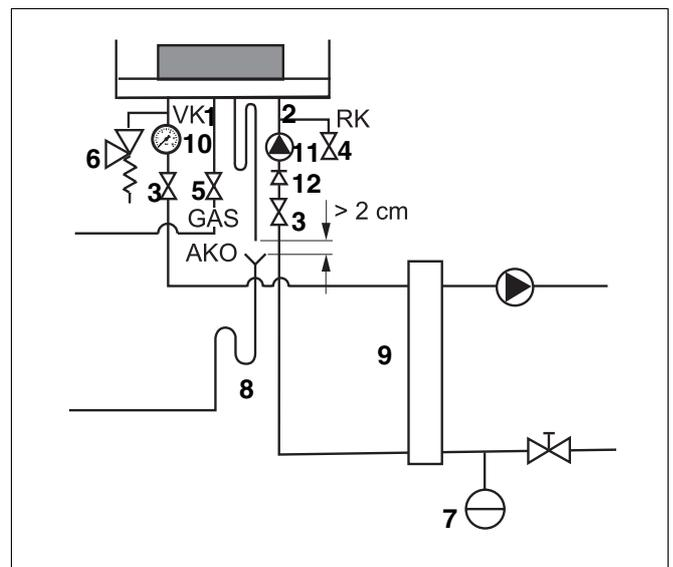

Fig. 14 Collegamento in mandata e ritorno
- Collegare la tubazione di mandata completa di guarnizione di gomma piana, senza tensioni, al raccordo VK (mandata caldaia) (fig. 14, **pos. 1**). Utilizzare tubature di mandata con diametro minimo di 1½".
- Collegare la tubazione di ritorno completa di guarnizione di gomma piana, senza tensioni, al raccordo VK (ritorno caldaia) (fig. 14, **pos. 2**). Utilizzare tubature di ritorno con diametro minimo di 1½".
- Per la manutenzione correttiva e ordinaria della caldaia, in mandata e ritorno, montare un rubinetto di manutenzione (fig. 14, **pos. 3**). Utilizzare rubinetti di manutenzione con un diametro minimo di 1½".
- Collegare un rubinetto di carico e scarico nella tubazione di ritorno (fig. 14, **pos. 4**).